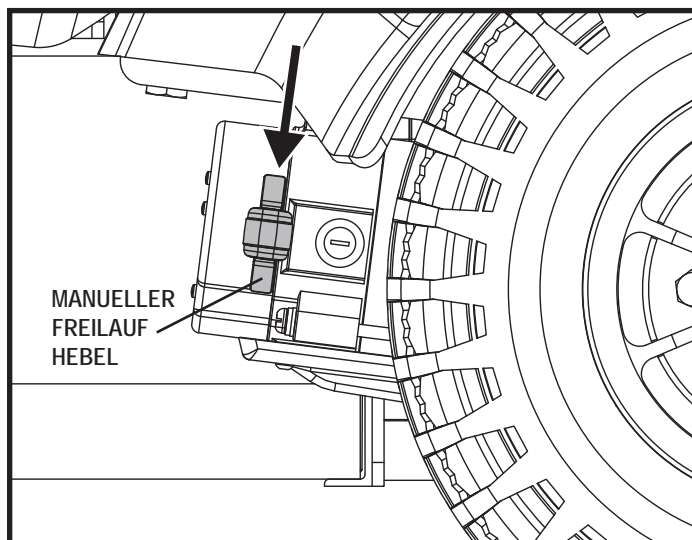

Abb. 4. Fahrmodus (Antrieb eingekuppelt)
1. Beide manuellen Freilaufhebel herunterdrücken um in den Freilauf zu gelangen (Antriebsmotoren ausgekuppelt). **Siehe Abb. 4.**